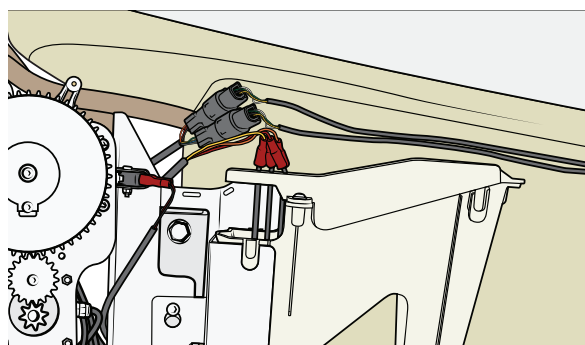

Figure 76
13. Sur le côté gauche, branchez le connecteur du panneau latéral. Si l'éclairage dans l'eau est disponible, connectez les deux connecteurs rapides des LED. Voir Figure 76.